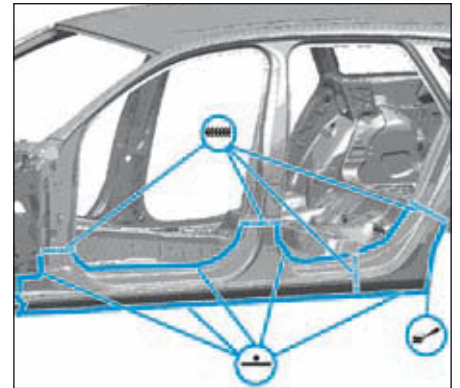

FIG.49
- Ajuster et souder comme illustré (Fig.49).